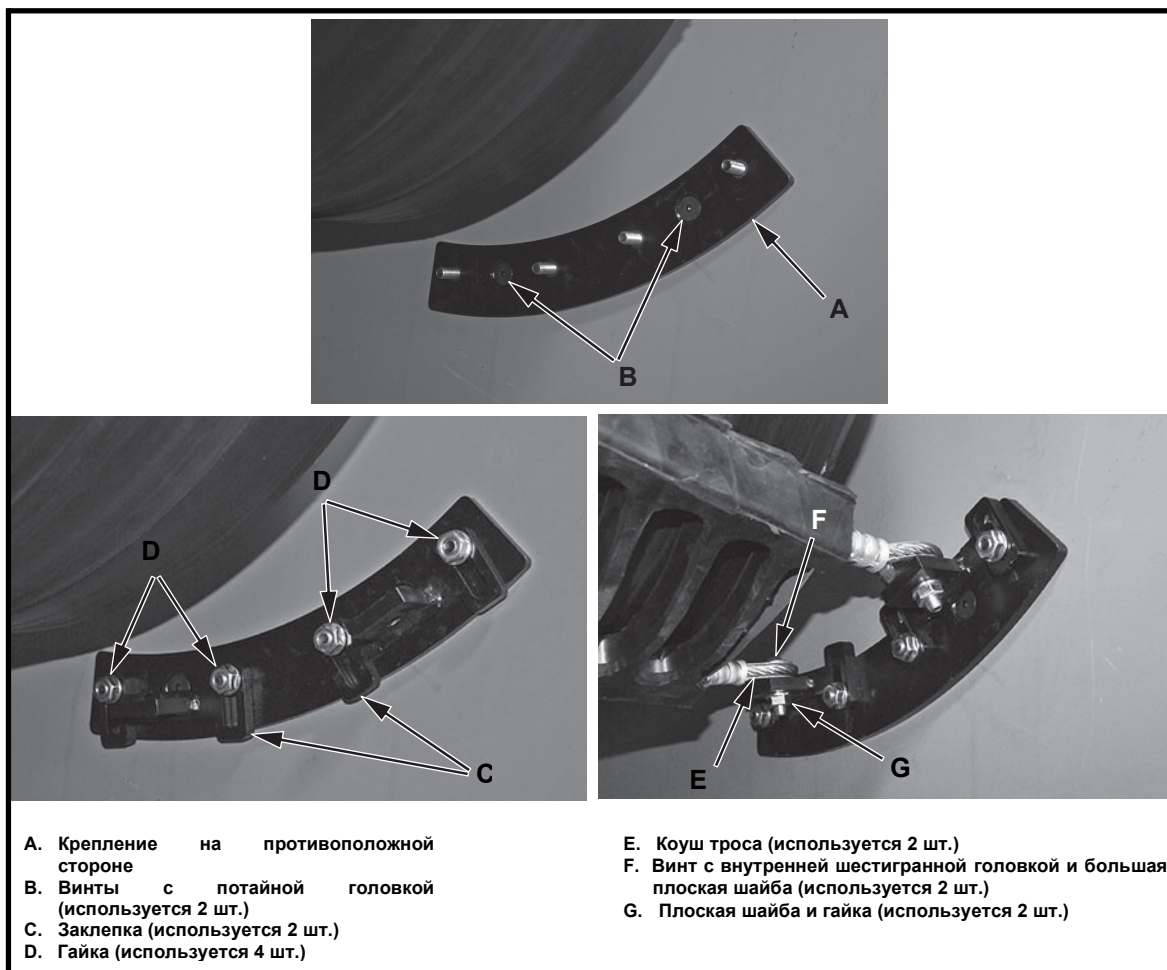

Рис. 7: установка крепления опорной точки
- г) Закрепите заклепки (С) с помощью гаек (D). Затяните гайки от руки (см. Рис. 7).